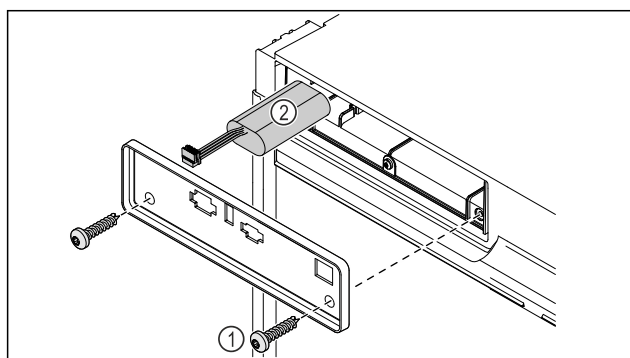

Fig. 231
- Dévisser les vis et retirer le cache situé à l'arrière de l'appareil Fig. 231 (1).
- Débrancher et retirer la batterie Fig. 231 (2).